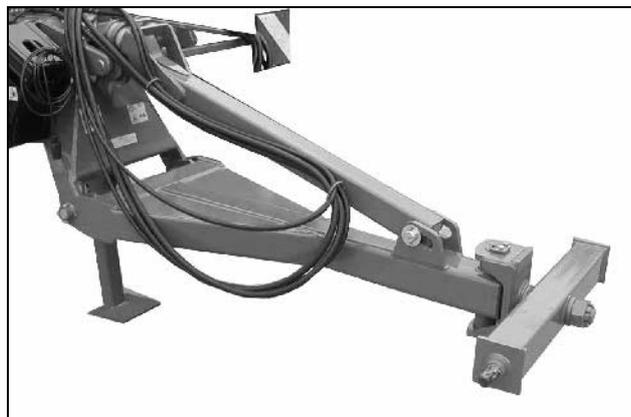

Рис. 10
- навески нижних тяг кат. III (Рис. 10)